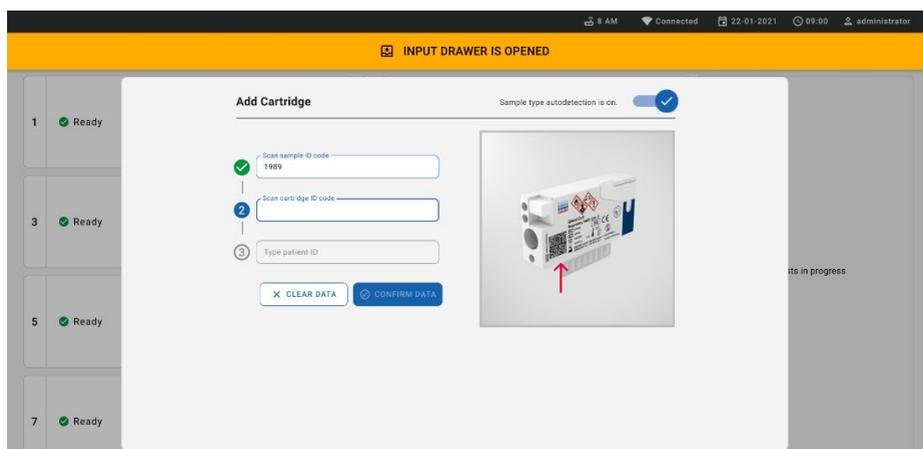

Figure 57. Écran de lecture de l'ID de la cartouche.
8. Après avoir saisi l'ID du code-barres de l'échantillon, scannez le code-barres de la QIAstat-Dx Respiratory SARS-CoV-2 Panel Cartridge à utiliser (position indiquée par la flèche). Le QIAstat-Dx Rise reconnaît automatiquement le dosage à effectuer, en fonction du code-barres de la QIAstat-Dx Respiratory SARS-CoV-2 Panel Cartridge (figure 57).